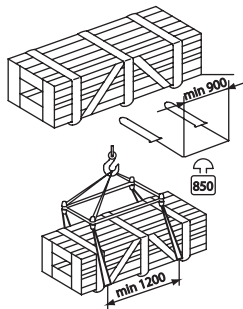

Рисунок 4 - Габаритные размеры изделия в упаковке
4. Залейте необходимое количество гидравлического масла в масляный бак (рис.4). Количество масла определяется визуально, приблизительно 2 см от заливной горловины, минимум 4 см (но не более 15 литров).
При отгрузке/разгрузке или транспортировке оборудования в упаковке убедитесь, что используется подходящая техника (например, подъёмные краны, грузовики) и подъёмные средства. Убедитесь также, что оборудование надёжно закреплено на платформе, во избежание его падения, также необходимо учитывать размер упаковки, вес и центр тяжести (рис. 4).